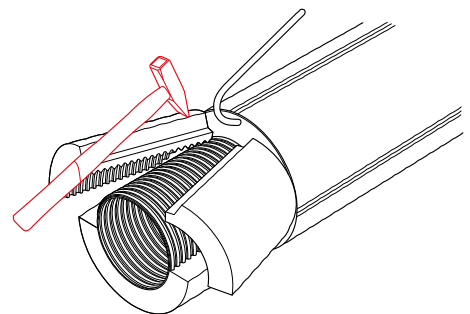

Рис. 4.4.7
6. Сбить молотком освобожденный от защитной оболочки участок слоя теплоизоляции (рис. 4.4.7).